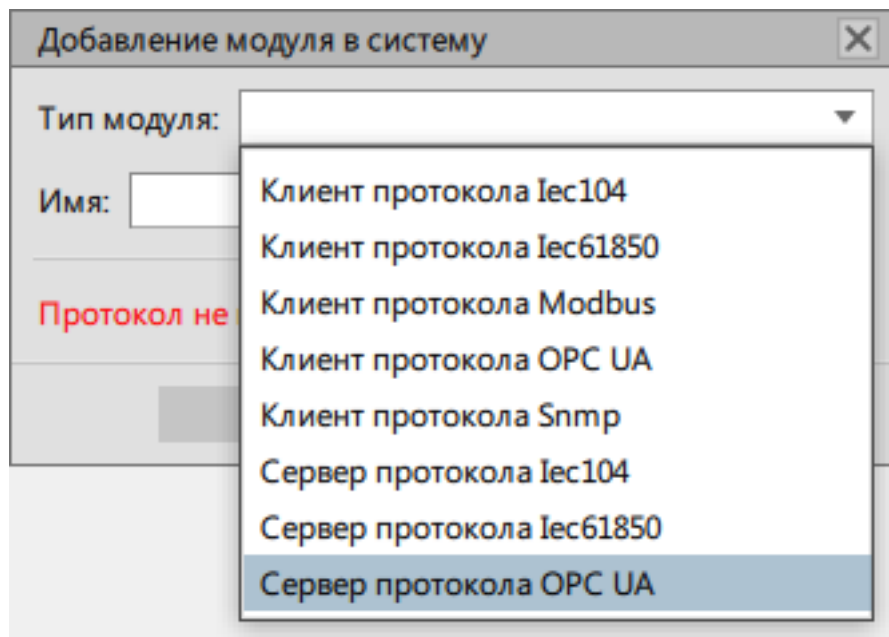

Рисунок 230 - Сервер протокола OPC UA
9. Выберите модуль **Сервер протокола OPC UA** и нажмите **ОК** (Рисунок 230).